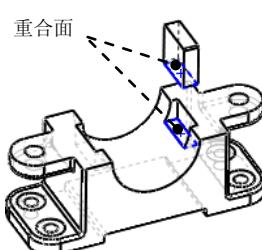
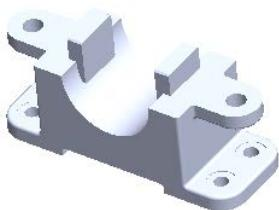

图 7.11.9 选取重合面（二）
图 7.11.10 添加第二个楔块零件
④ 添加“重合”配合。操作方法参照上一步，重合面如图 7.11.9 所示。
⑤ 单击“配合”对话框的 按钮，完成零件的定位。
Step5. 参照 Step4 完成第二个楔块零件的添加，结果如图 7.11.10 所示。